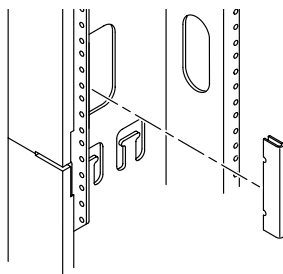

图 2-7 机柜护罩安装
2. 将机柜护罩上的 V 型切口与相应编号的孔对齐，然后紧按护罩中部，直到护罩靠紧机柜边缘为止（图 2-7）。